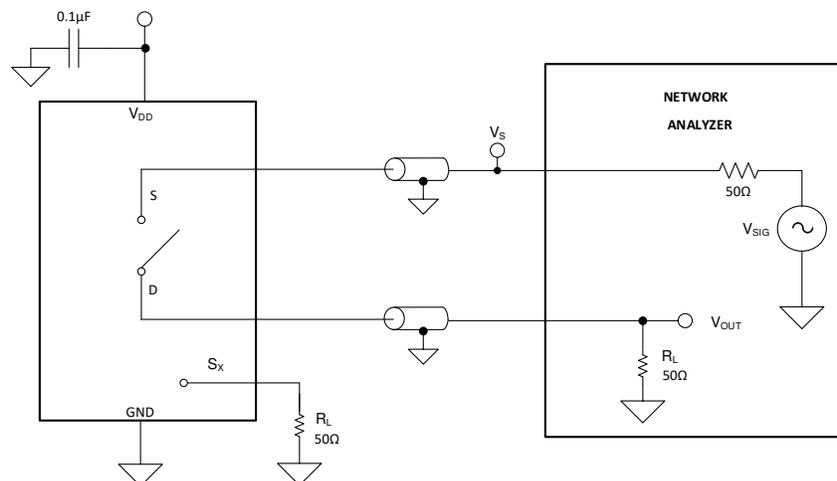

図 7-8. オフ絶縁測定時の設定
オフ絶縁は、オフチャンネルのソースピン (Sx) に信号が印加された場合に、そのデバイスのドレインピン (D) に現れる信号の比率として定義されます。図 7-8 に、測定を行う際の設定と、絶縁を計算するための式を示します。